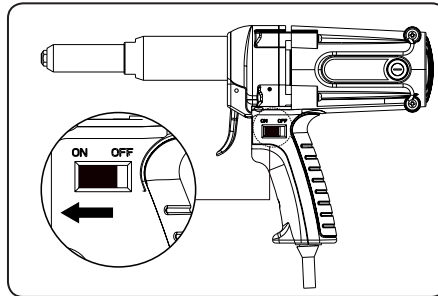

Abb.3
- a) Schalten Sie den Betriebsschalter der Nietpistole in die Position "ON" um, siehe Abb. 3.